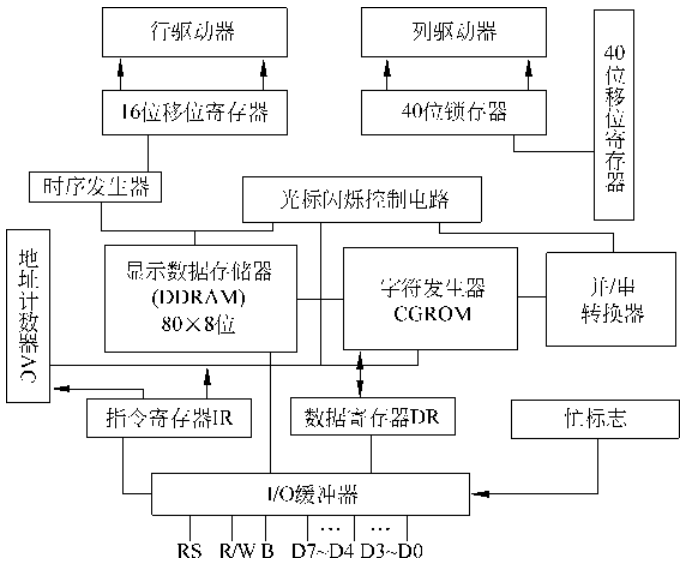

图 4-3 HD44780 原理框图
- 2. 理解 HD44780 的原理框图(如图 4-3 所示)。